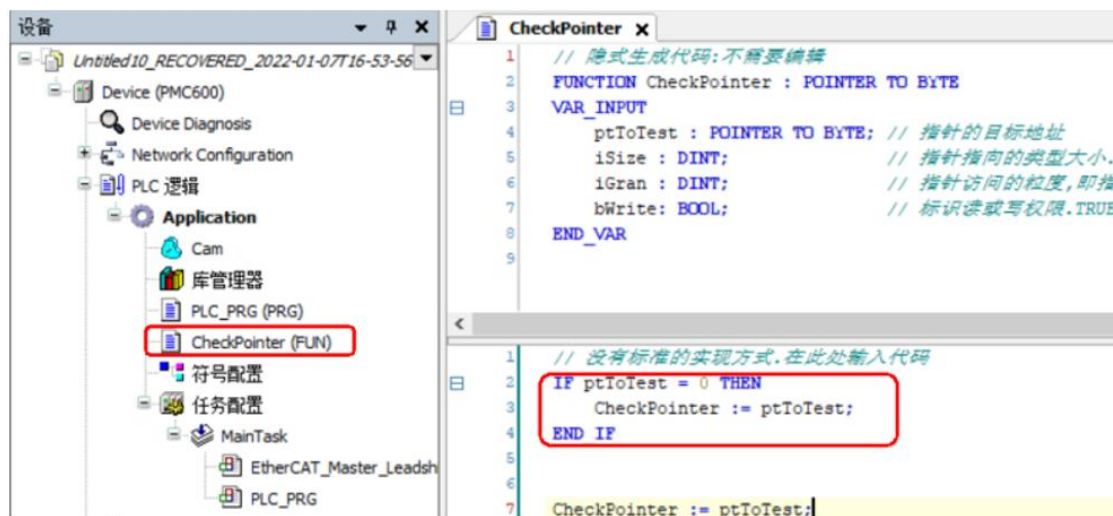

图 16.12 “指针检查”的代码
- 如图 16.12 所示，在添加的函数“CheckPointer”里面手动输入以下代码：